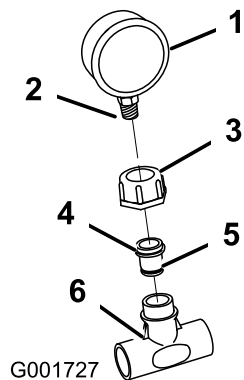

Bild 14
13. Umwickeln Sie das Druckmanometergewinde mit Teflonband. Setzen Sie die kleine Kunststoffmutter und das Reduzierstück in das Druckmanometer ein. Schrauben Sie das Reduzierstück mit einem Sechskantschlüssel in das Druckmanometer (Bild 14).